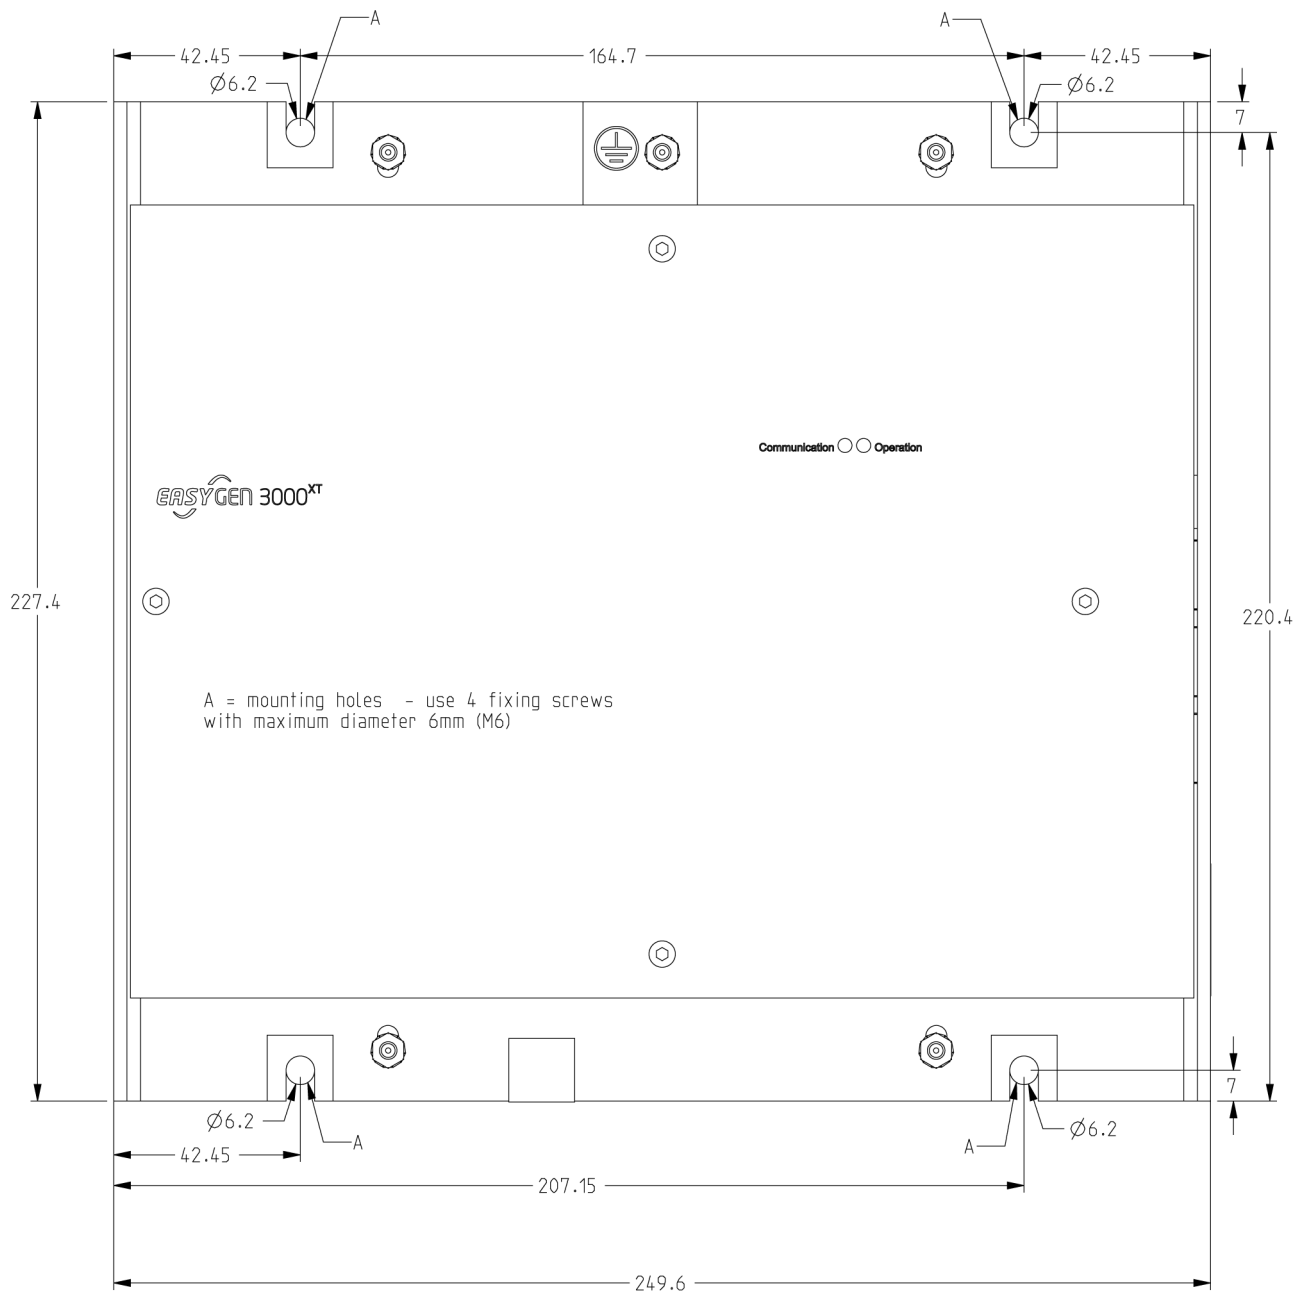

Abb. 6: Blechgehäuse - Bohrschema
1. ➔ Bohren Sie die Löcher entsprechend den Abmessungen in Abb. 6 (Abmessungen in mm dargestellt).